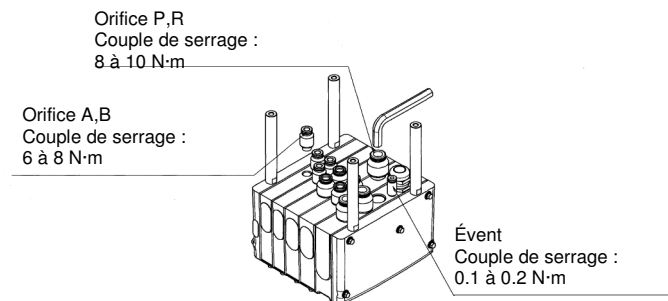

Figure 13
Un événement est situé sur chaque tranche d'embase ALIM/ÉCH (voir Figure 13, section 4.1). Comme le produit comporte une protection IP69K, les orifices d'échappement et d'aération devront être installés à l'écart des zones humides afin d'empêcher la pénétration d'humidité dans le produit.
- Les vis de tirant seront serrées en deux étapes dans la séquence recommandée (1→5) indiquée en Figure 13. Ceci assure même la compression des joints de tranche. (1→5 – serré, puis 1→5 selon couple.)